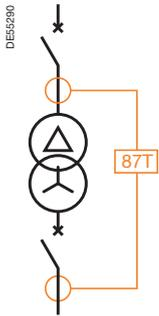

Fig. 95. Protección diferencial del transformador.
- Protección diferencial de transformador (ANSI 87T) (fig. 95) que proporciona una protección rápida contra fallos entre fases. Es sensible y se utiliza para transformadores de potencias superiores a 5 MVAs. Para evitar disparos intempestivos, se mide el 2.º armónico de la corriente diferencial a fin de detectar la puesta en tensión del transformador (retención de H2) y se mide el 5.º armónico para detectar un sobreflujo (retención de H5).